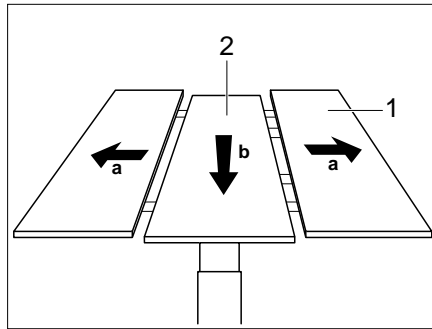

Bild 101 Mittelteil hoch fahren
- Die Außenteile (Bild 101,1) des Tisches auseinander ziehen.
- Das Mittelteil (Bild 101,2) des Tisches kräftig nach unten drücken. Das Mittelteil wird mit Federkraft nach oben gedrückt.
- Das Mittelteil (Bild 101,2) des Tisches kräftig nach unten drücken. Das Mittelteil rastet in der unteren Stellung ein.